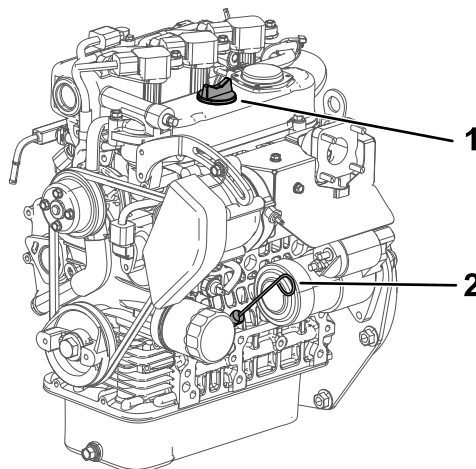

Figura 16
2. Togliete l'asta di livello ed asciugatela con un panno pulito (Figura 16).
3. Inserite l'asta di livello nel tubo e verificate che sia inserita a fondo (Figura 16).
4. Rimuovetela e controllate il livello dell'olio (Figura 16).
5. Se il livello dell'olio è basso, togliete il tappo di rifornimento (Figura 16) e versate dell'olio fino a portarne il livello alla tacca Full sull'asta.
6. Rimontate saldamente l'asta di livello (Figura 16).